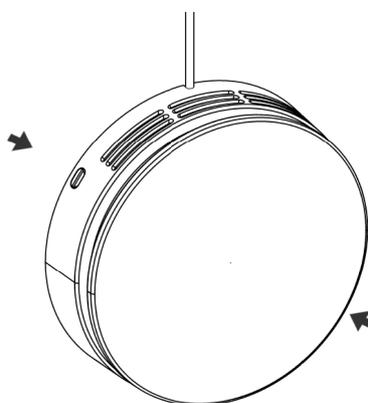

Figure 14 - Enfoncez les encoches.
2. Enfoncez les encoches pour libérer la centrale (voir Figure 14 ci-dessous).